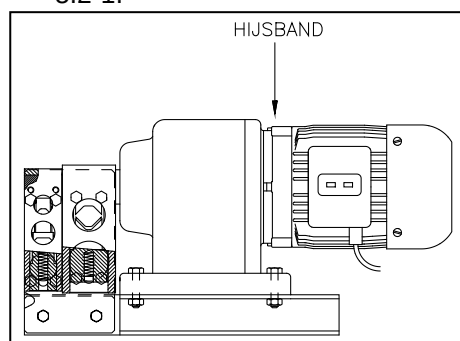

Abbildung 5.2-1: Position des Hubseils
- Nehmen Sie den Rohrausklinker aus der Verpackung. Verwenden Sie hierbei ein Hubseil, das um den Motor angebracht werden muss. Siehe Abbildung 5.2-1.
Für den aufrechten Transport der Maschine mit Hilfe eines Flaschenzugs muss ein Hubseil angebracht werden, wie in Abbildung 5.2-1 gezeigt.